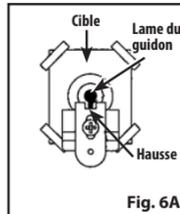

Fig. 6A
4. Les dispositifs de visée du pistolet à air comprimé sont correctement réglés lorsque la lame du guidon est positionnée exactement au centre de l'encoche de la hausse. Le sommet de la lame du guidon doit être à la même hauteur que le sommet de l'encoche de la hausse. Le point de mire doit sembler reposer au sommet du guidon (Fig. 6A).